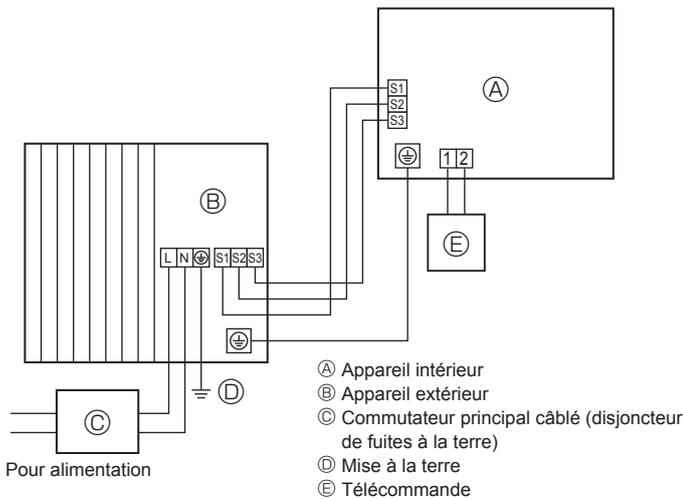
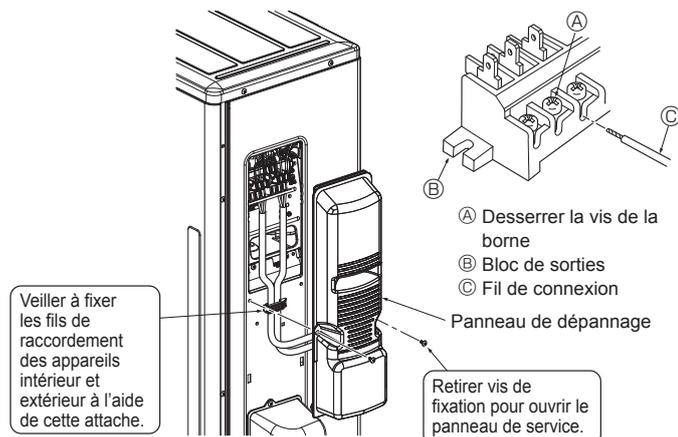
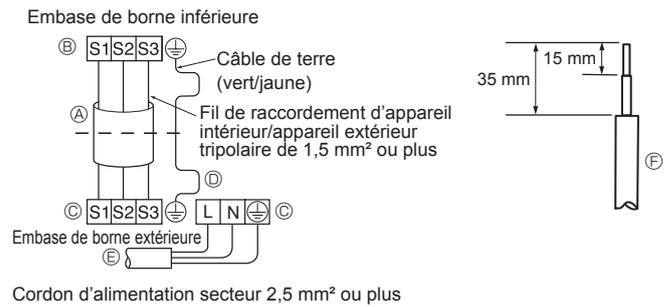

Fig. 6-1
Fig. 6-3
Fig. 6-2
### 6.1. Appareil extérieur (Fig. 6-1, Fig. 6-2, Fig. 6-3)
- ① Déposer le panneau de service.
- ② Raccorder les câbles conformément aux Fig. 6-1, Fig. 6-2 et Fig. 6-3.
- Effectuer le câblage selon le diagramme en bas et à gauche. (Se procurer le câble localement) (Fig. 6-2)